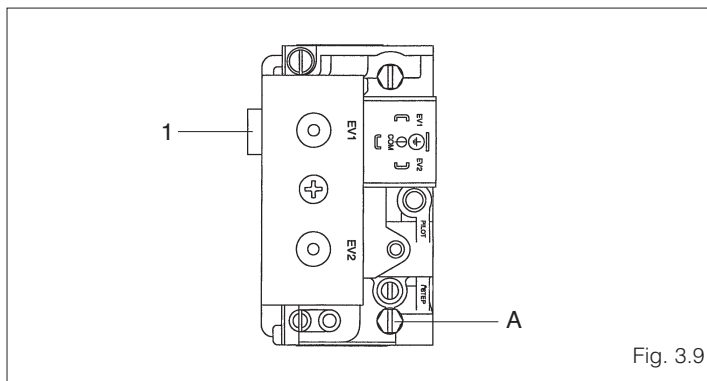

Fig. 3.9
- Enroscar el tornillo (1) del regulador de presión (fig. 3.9) completamente.
- Desenroscar el tornillo de la toma de presión (A) unas 3 vueltas y conectar el manómetro (fig. 3.9).